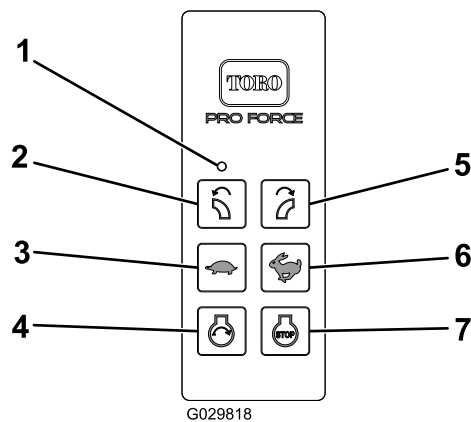

Рисунок 16
4. После нажатия кнопки «Пуск» питание на систему запуска двигателя будет подано только при наличии условий для запуска двигателя. Режим разрешения запуска двигателя начинает действовать, только когда выполнена описанная ниже последовательность разрешения запуска двигателя (Рисунок 16):